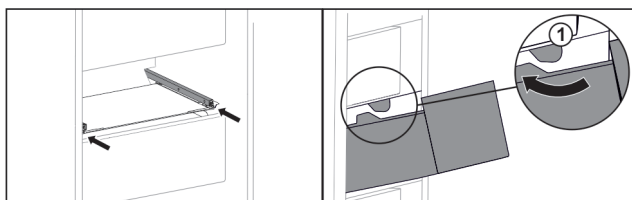

Fig. 55
- ▶ Prevedte zásuvku okolo zarážok Fig. 55 (1).